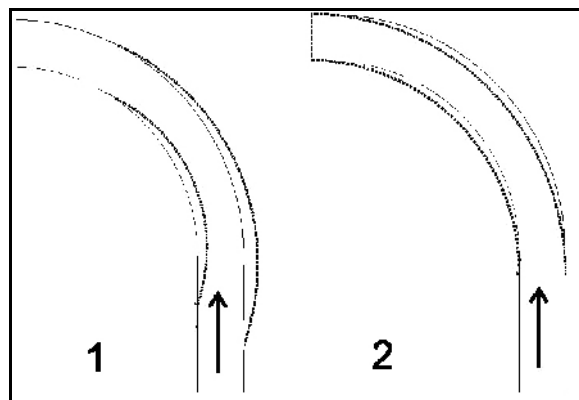

Fig. 63
- Maskine overstyrer (Fig. 63/1):
- Maskine understyrer (Fig. 63/2):